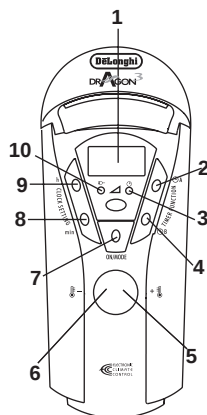

fig. 5
- O Para programar a hora de início, prima o botão **"hour"** (9) para programar a hora e o botão **"min"** (8) para programar os minutos; de seguida, confirme a hora de início premindo novamente o botão do Temporizador **"A"**. No visor aparecem as mensagens **"OFF"** e "00:00".
- O Programe a hora a que deseja que o aparelho se desligue com o botão **"hour"** (9) e o botão **"min"** (8); de seguida, confirme a hora de desactivação premindo novamente o botão do Temporizador **"A"** (2) (fig. 5).
- O Aparece, então, na parte alta do visor, a palavra **"AUTO"** e acende-se a luz **"TIMER ON"** (3) para indicar que o aparelho está pronto para funcionar no horário programado, mantendo a temperatura previamente escolhida.
- O Para definir o programa **B**, prima o botão do Temporizador **"B"** (4) e siga o mesmo procedimento descrito para o programa **A**.
- O Para programar a temperatura desejada, utilize os botões **"⬆ +"** (5) ou **"⬆ -"** (6), conforme descrito anteriormente.